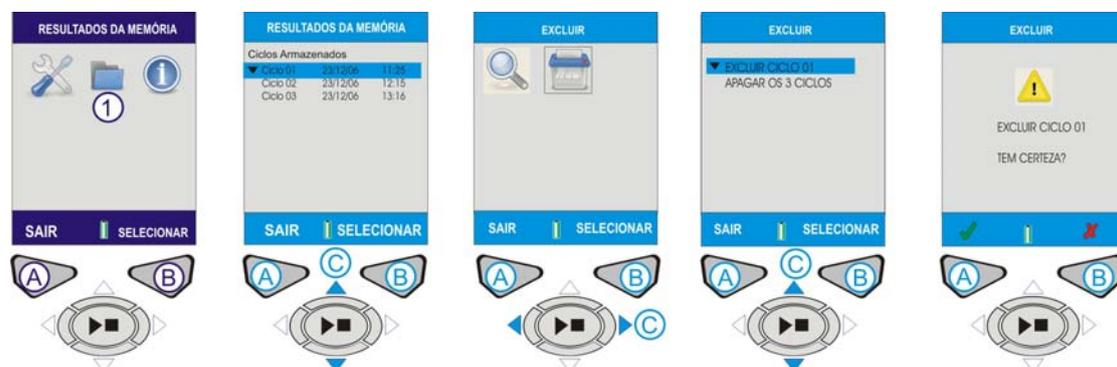

Figura 11 Apagar Resultado da Memória
I. APAGAR RESULTADOS DA MEMÓRIA (Consultar Figura 11)